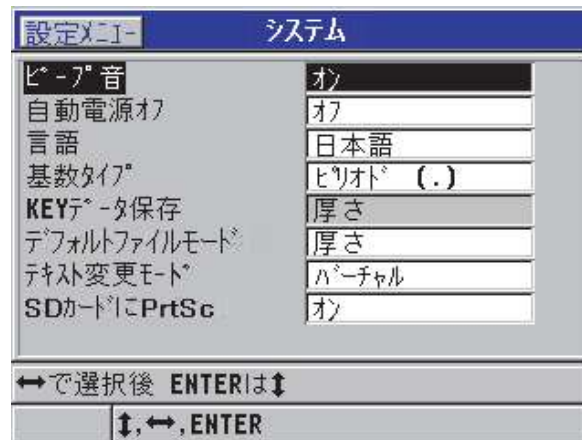

図 8-2 システム画面
1. 測定画面で、[設定]を押してから、システムを選択します。システム画面が表示されます（144 ページ図 8-2 参照）。